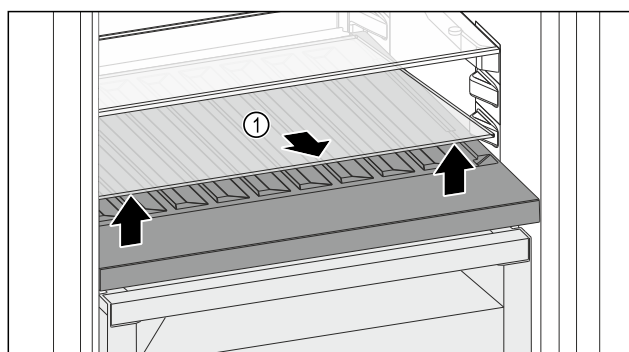

Fig. 141
- ▶ Dvignite stekleno ploščo Fig. 141 (1) pri odprtini spredaj in jo odstranite.
- ▶ Stekleno ploščo Fig. 141 (1) varno shranite zunaj naprave.